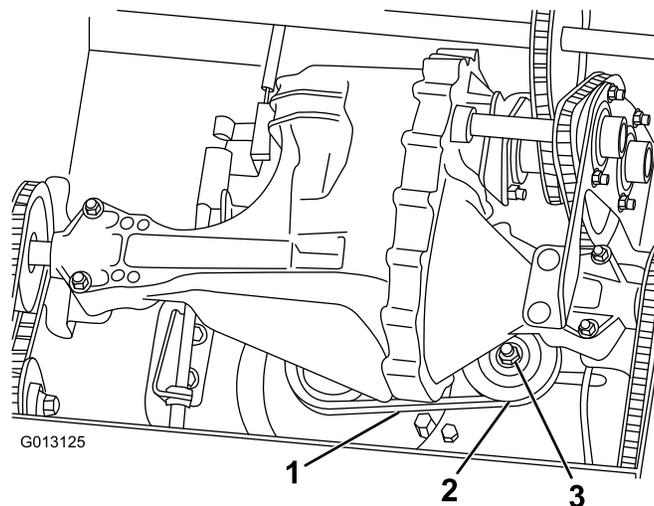

Figure 28
- Exercez une charge de 4,5 kg (10 lb) sur un brin de la courroie d'entraînement (Figure 28). Si la courroie fléchit de plus de 1,3 cm (0,5 po), tendez-la comme suit :
- A. Desserrez l'écrou de fixation de la poulie de tension (**Figure 28**).